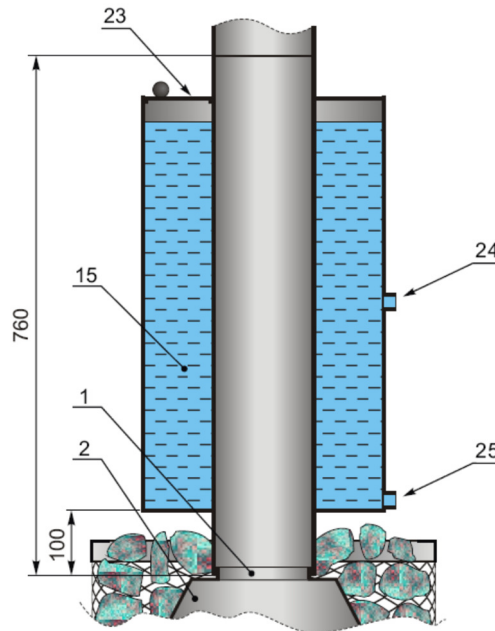

Bild 12 - Empfohlenes Anschlusschema für offenen Wasserbehälter
Für die Warmwasserbereitung kann ein optionaler Warmwasserspeicher (15) für die Warmwasser Warmwasserbereitung in den Ofen oberhalb des Schornsteins eingebaut werden (siehe Bild 12).